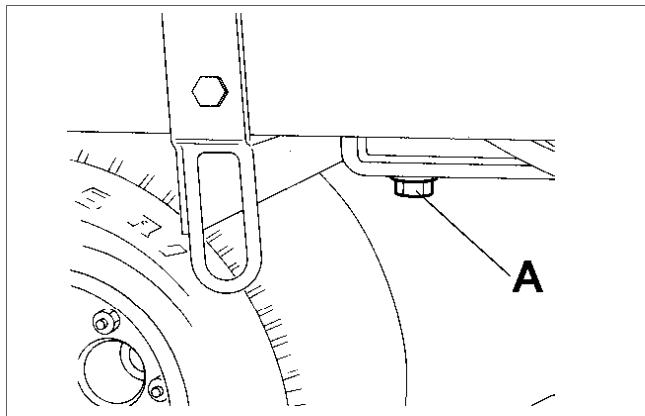

Fig.26
- (a) Una vez calentado el motor, quitar el tapón de vaciado (A Fig. 26) y vaciar todo el aceite del colector de aceite.